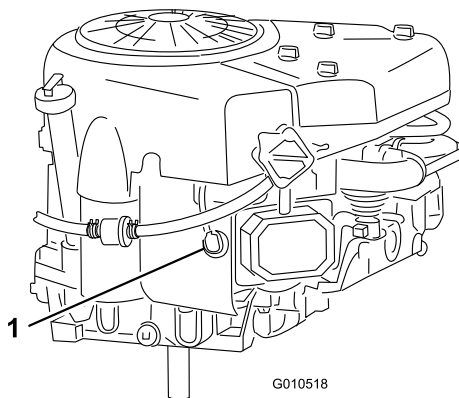

Bild 28
6. Klemmen Sie das Zündkabel von der Zündkerze ab (Bild 28).
3. Schließen Sie den Zündkerzenstecker an die Zündkerze an (Bild 28).
8. Entfernen Sie die Zündkerze und die Metallscheibe (Bild 28).